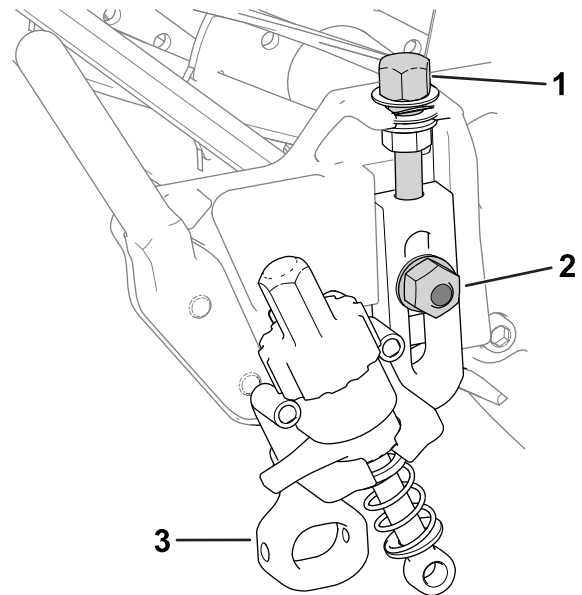

Figure 11
1. Vissez les vis de réglage de hauteur de coupe retirées précédemment au sommet des ensembles de hauteur de coupe (Figure 11).
et des rondelles spéciales retirés précédemment (Figure 11).